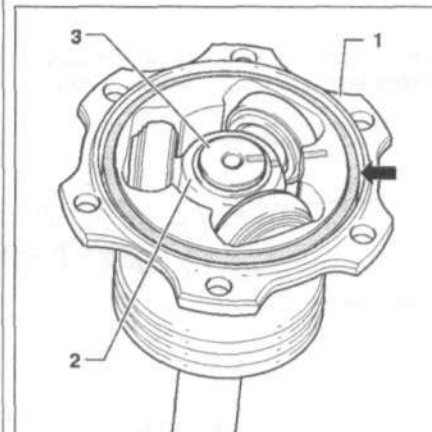

Рис. 9.27. Пометьте расположение элементов 1-3:
3. Пометьте расположение элементов 1-3 (рис. 9.27). Иначе может возникнуть шум при поездке. Извлеките резиновое кольцо (стрелка) из паза.